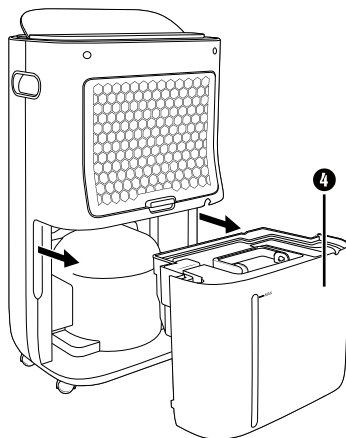

Abb. 1
- ◆ Ziehen Sie den Wassertank ④ vorsichtig an den seitlichen Griffmulden aus dem Gerät heraus. Verwenden Sie den Griff, um den Wassertank ④ zu transportieren. (siehe Abbildung 1).